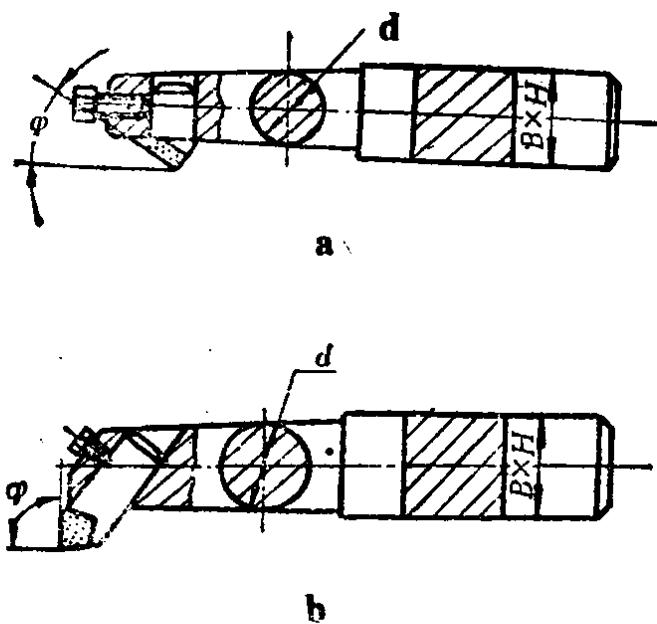

图 2 车床上用的镗刀
(1) 车床上用的通孔(a) 和盲孔(b) 镗刀，刀头是焊接式用螺钉夹固在镗杆上(图2)。